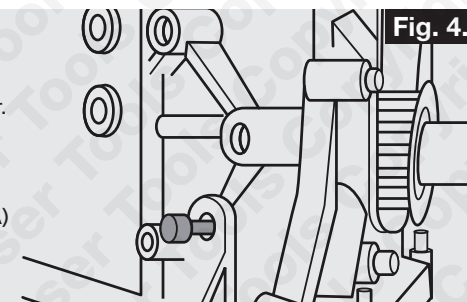

Fig. 4.
Gire el cigüeñal hasta justo antes del PMS; coloque (D) como se muestra en la imagen y luego gire el cigüeñal hasta que tope con el pasador. Coloque (D) antes de colocar (A) o (B). Ver fig. 4.